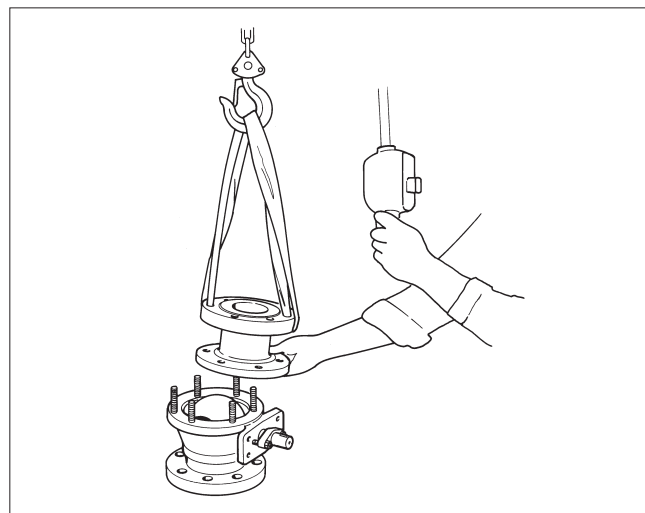

Fig. 19 Levage du demi-corps supérieur
- Poser la vanne verticalement sur la bride de canalisation sur une surface plane et horizontale suffisamment lisse pour ne pas érafler la bride. S'assurer que les écrous du corps (16) / le chapeau de corps (2) pointent vers le haut.
- Desserrer les écrous (18) du fouloir.
- Desserrer et enlever les écrous du corps (16).
- Enlever le demi-corps (2). Si le siège (7, 25) ne repose pas sur la sphère (3), l'empêcher de tomber du demi-corps en l'y maintenant (à travers le plan de jonction (petites tailles) ou l'orifice d'écoulement (grandes tailles). **Attention aux doigts!** Poser le chapeau sur sa bride de canalisation (cf. figure 19).